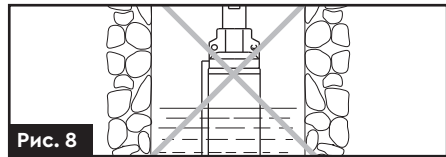

Рис. 8
- Заборонено експлуатацію насоса при недостатньому рівні води в свердловині (колодязі) (**рис. 8**), щоб уникнути роботи насоса без води.